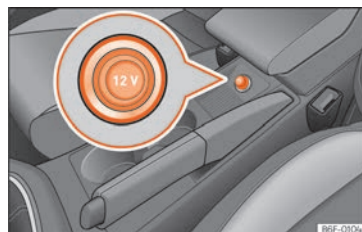

Fig. 136 Toma de corriente delantera.
- Extraiga el tapón de la toma de corriente situado en la consola central » **fig. 136.**